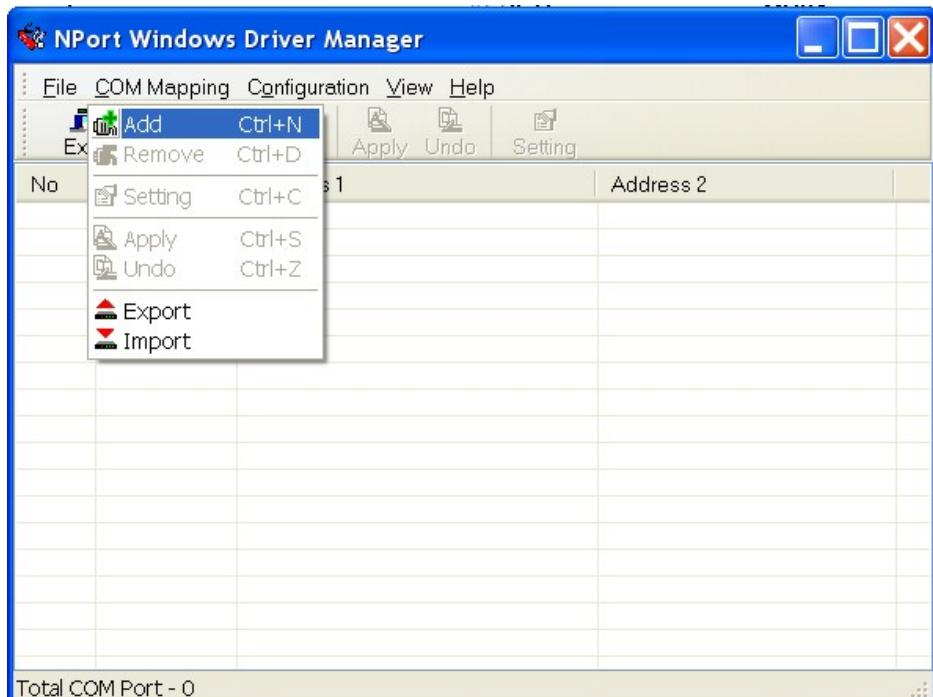

Рис. 16.1. Главное окно утилиты «NPort Windows Driver Manager».
16.6. Запустите утилиту «**NPort Windows Driver Manager**» и в появившемся окне выберете пункт меню «**COM Mapping\Add**» (см. Рис. 16.1).